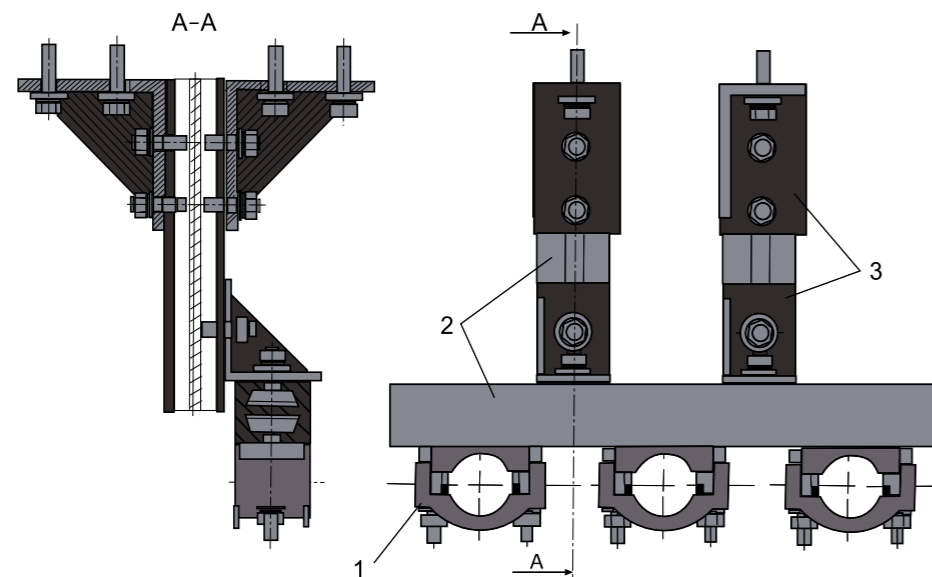

Рисунок 3.
Крепление токопровода (рис. 3) к несущим строительным конструкциям (опорам, полу, стенам, потолку) выполняется при помощи специальных полиамидных хомутов (1), алюминиевых профилей (2), уголков (3) и метизов. Крепление к стене допускает как горизонтальную, так и вертикальную установку токопровода.